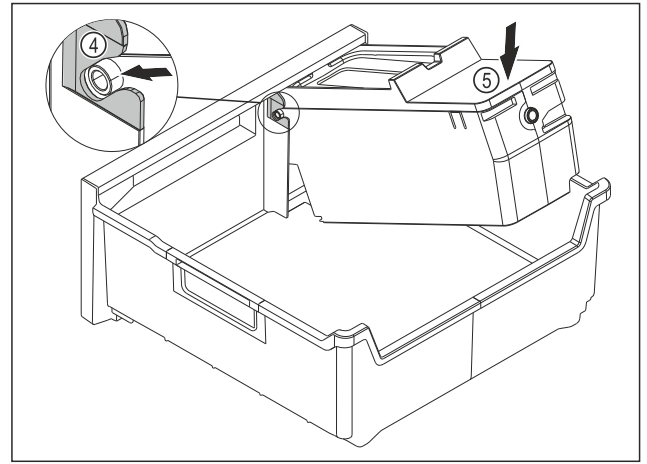

Fig. 90
- EasyTwist-Ice-Korpus montieren: Achsen des EasyTwist-Ice-Korpus in die Führungen Fig. 90 (4) einschieben.
- EasyTwist-Ice-Korpus Fig. 90 (5) hinten nach unten drücken.